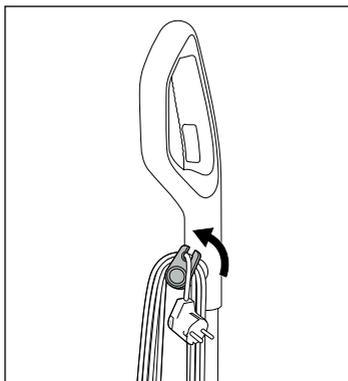

Fig. 43
- ◆ Tire ligeramente hacia fuera del enganche superior del enrollables **16** y vuelva a girarlo hacia arriba (consulte la fig. 43).